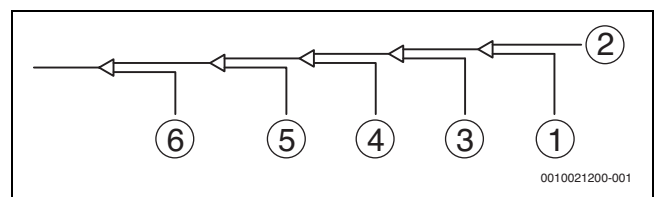

Рис. 23
8. Промойте другие отверстия подобным образом, работая в последовательности от внутренних блоков А к наружным блокам. См. рис. 23.